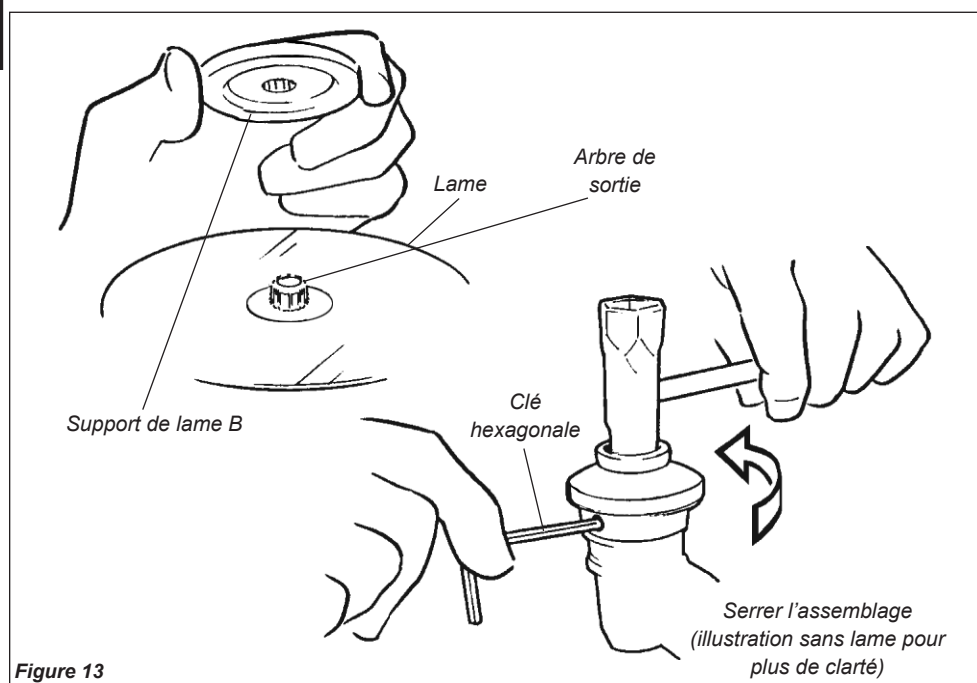

Figure 13
3. Installer le support de lame B sur l'arbre de sortie. Voir figure 13.